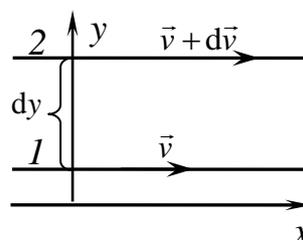

Рис. 1. Слои жидкости
Рассмотрим жидкость, движущуюся в направлении оси  $x$  (рис. 1). Пусть скорость слоя (1) равна  $\vec{v}$ , скорость слоя (2) равна  $\vec{v} + d\vec{v}$ , кратчайшее расстояние между слоями  $dy$ . Абсолютная